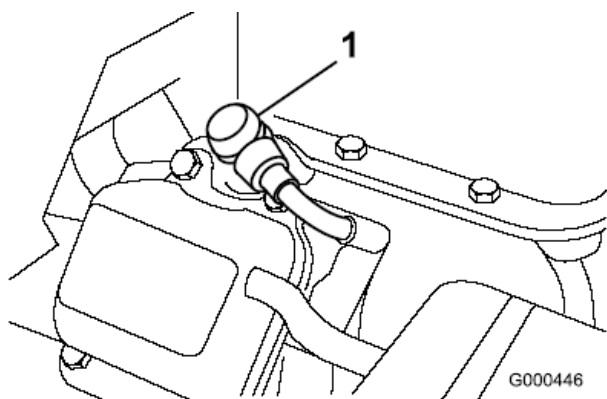

Figure 17
1. Retirez le fil moulé de la bougie d'allumage (Figure 17).